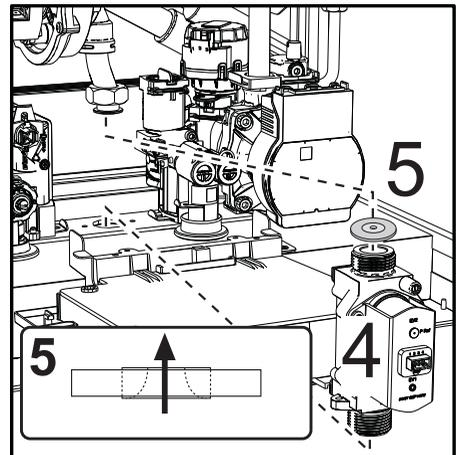

fig. 60
- Extraiga la válvula del gas "4" y el diafragma de gas "5" (fig. 60).